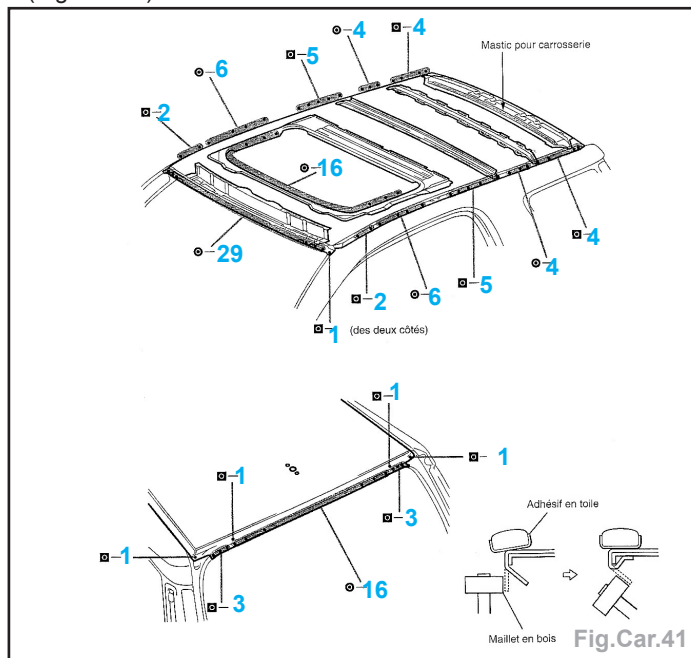

Fig.Car.41
- Fraiser, meuler les points de soudure et déposer le pavillon (Fig.Car.41).